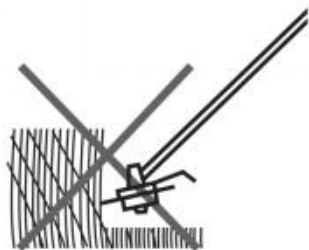

Fig. 46
7. Tagliare l'erba più lunga gradualmente; non tagliare l'erba lunga in un'unica passata (Fig. 46).